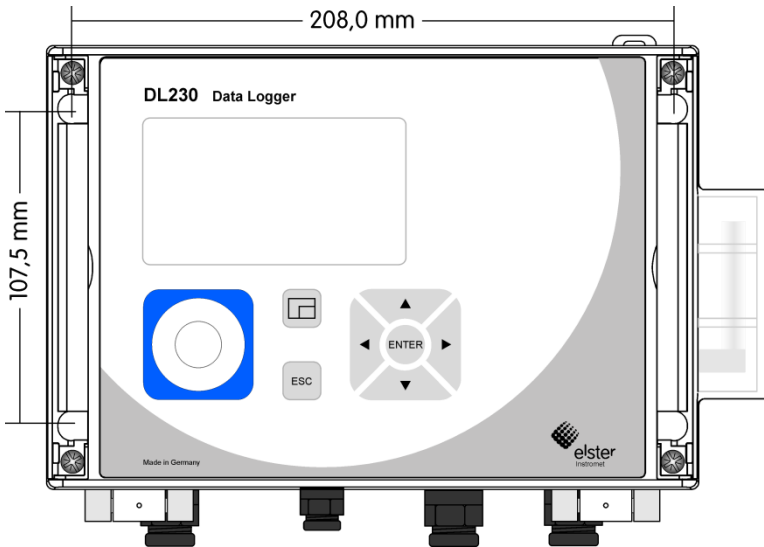

Abb. 7
1. Bohren Sie vier Löcher an die vorgesehenen Positionen in die Wand (s. Maße in Abb. 7).